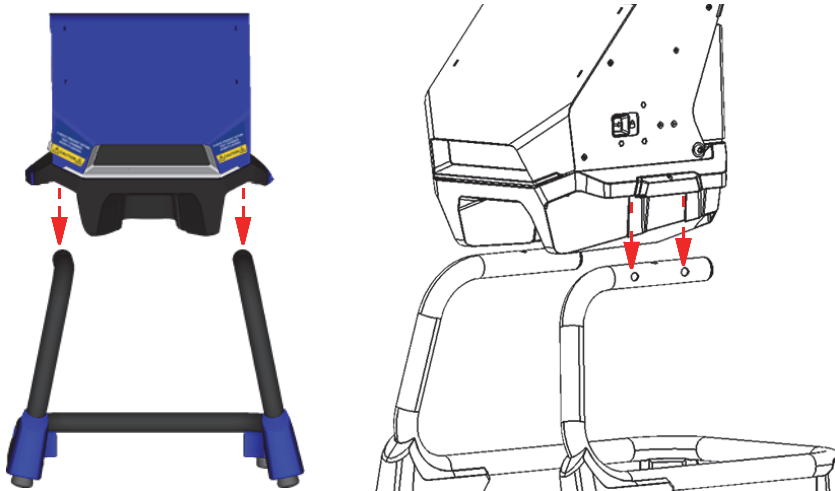

図 B-7 脚部上に配置されたワークステーション試料室
2. ワークステーション試料室を持ち上げ、脚部の上に置きます（119 ページの図 B-7 参照）。